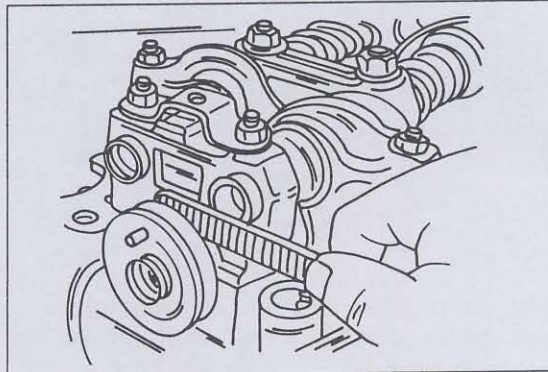

Bild 107
- Die Welle in den Motor montieren und eine Messuhr so am Ende des Zylinderblocks anbringen, dass der Messstift auf dem Ende der Nockenwellenfläche ansitzt. Die Welle in eine Richtung drücken, die Messuhr auf Null stellen und die Welle in die andere Richtung drücken. Die Anzeige ist das Axialspiel, und sollte zwischen 0,05 und 0,15 mm liegen. Falls keine Messuhr zur Verfügung steht, kann man mit einer Fühlerlehre zwischen dem Flansch des ersten Lagerzapfens und dem Lager Nr. 1 an der Zylinderkopfseite messen, wie es in Bild 107 ge-